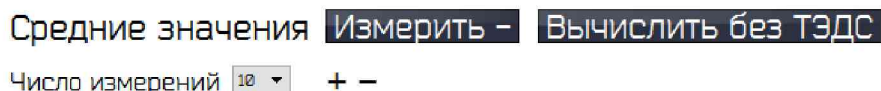

Рисунок 34 – Кнопка «Вычислить без ТЭДС»
5.3.22 Справа от кнопки «Измерить -» появится кнопка «Вычислить без ТЭДС». Нажмите эту кнопку (рисунок 34).